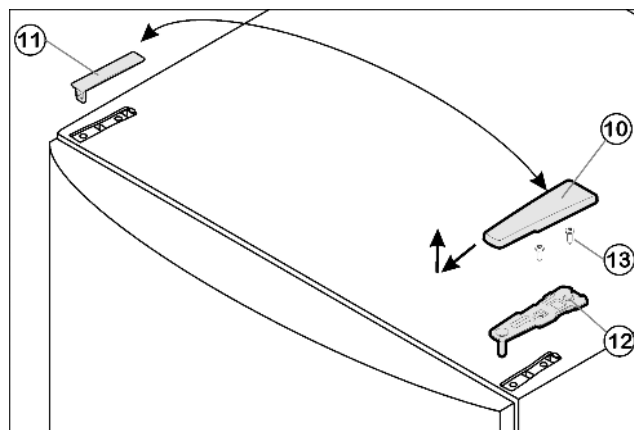

Fig. 6
- ▶ Wyjąć osłonę Fig. 6 (10) do przodu i do góry.
- ▶ Podnieść osłonę Fig. 6 (11).
- ▶ Odkręcić górną płytkę zawiasu Fig. 6 (12)(2x Torx® 25) Fig. 6 (13) i wyjąć ją do góry.
- ▶ Włożyć w drzwi górną płytkę zawiasu Fig. 6 (12) po nowej stronie zawiasów.
- ▶ Przykręcić mocno Fig. 6 (12) górną płytkę zawiasu ( z siłą 4 Nm)(2x Torx® 25) Fig. 6 (13). Ewentualnie nakłuć otwory pod śruby lub użyć wkrętarki akumulatorowej.
- ▶ Zazębnić osłonę Fig. 6 (10) i osłonę Fig. 6 (11) odpowiednio po przeciwległej stronie.